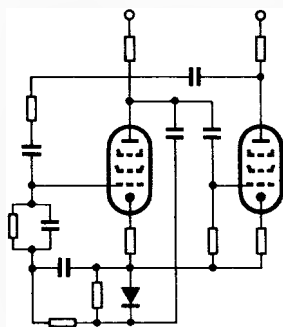

Bild 7. Amplitudenbegrenzung. Verwendung einer Röhre mit Regelcharakteristik
2.2.3 Steilheitsregelung (Bild 7)
konstante wiederum ist die Siebung unzureichend, es kommt die erzeugte Frequenz in unerwünschter Weise auf das Regelgitter. Die richtige Dimensionierung ist dann schwierig, wenn der Abstand zwischen tiefster Arbeitsfrequenz und Gleichspannung nur gering ist. Deshalb wird die Regelspannung vorzugsweise dem Gitter zugeführt, wo ein etwa vorhandener Wechselspannungsrest gegenkoppelnd wirkt. In Bild 7 ist daher die Regelspannung nicht von der Anode der Röhre II, sondern von der der Röhre I abgenommen.
Bild 7. VORTAC-Station Fulda auf 112,9 MHz. Entsprechend ausgestattete Flugzeuge können ihre Richtung zu und die Entfernung von dieser Station automatisch ermitteln. Foto: SEL.
den konnten. Deren Verfahren läuft unter dem Namen *Tacan* (tactical air navigation) und ermöglicht gleichzeitige Richtungs- und Entfernungsmessung (Rho-Theta-Navigation, wobei ρ die Entfernung, θ die Richtung bezeichnen). Es arbeitet im Dezimeterwellenbereich 960...1215 MHz, in dem 126 Tacan-Kanäle mit 1 MHz Abstand untergebracht sind. Zur Entfernungsmessung wird im Bordanzeiger die Zeitdifferenz zwischen einem Frageimpuls des Bordsenders und der automatischen Antwort der Bodenstation ausgewertet. Für die Richtungsbestimmung werden die Phasendifferenzen der von der Bodenstation ausgesandten Impulse gemessen und mit Bezug auf „Mißweisend Nord“ (d. h. den magnetischen Nordpol) sichtbar gemacht. Die Anlagen liefert Standard Elektrik Lorenz (Bild 7). Der Name VORTAC setzt sich aus VOR und TAC(an) zusammen.